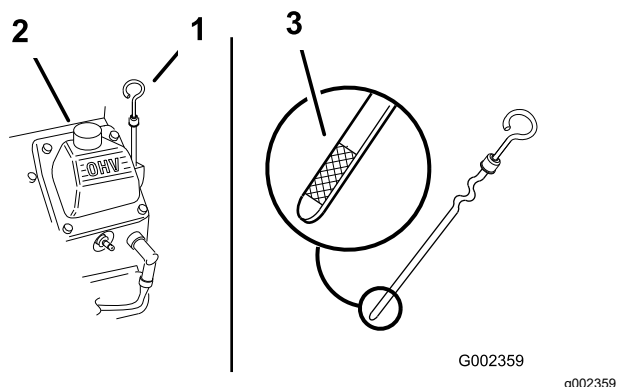

Figura 160
- 3. Limpie alrededor del tapón de llenado y la varilla (Figura 160).